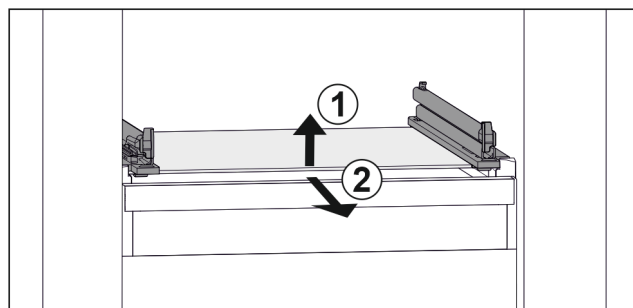

Fig. 88 Exempel på glashylla
- ▶ Lyft glashylla framtill. Fig. 88 (1)
- ▶ Ta ut glashylla framåt. Fig. 88 (2)